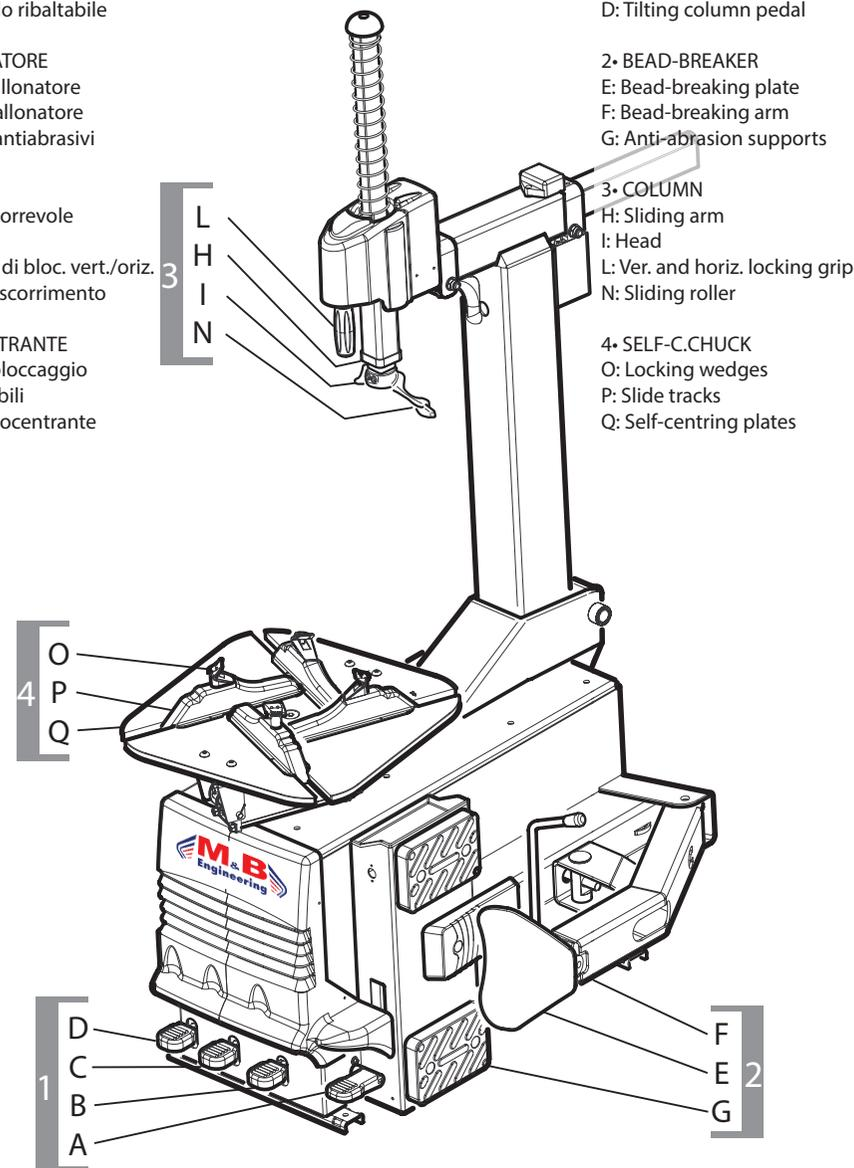

fig.1
PEDALIERA (fig.1) (1)
STALLONATORE (fig.1) (2)
GRUPPO PALO (Fig.1) (3)
AUTOCENTRANTE (Fig.1) (4)
PEDAL CONTROLS (fig. 1)(1)
BEAD BREAKER (fig. 1) (2)
COLUMN UNIT (Fig.1) (3)
SELF-CENTERING CHUCK (Fig.1) (4)
PEDALIER (fig.1) (1)
AUTOCENTREUR (fig.1) (4)
FUßSCHALTUNG (Abb. 1) (1)
ABDRÜCKER (Abb.1) (2)
TRAGSÄULENGRUPPE (Abb.1) (3)
SELBSTZENTRIERER (Abb.1) (4)
JUEGO DE PEDALES (fig.1) (1)
DESTALONADOR (fig. 1) (2)
UNIDAD COLUMNA (fig. 1) (3)
AUTOCENTRADO (fig.1) (4)